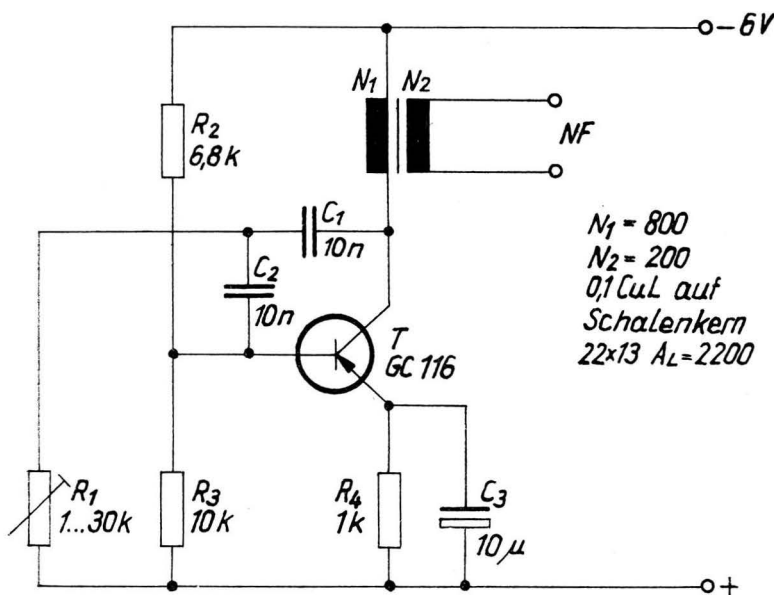

Bild 6
1.5. RC-Tongenerator mit Übertrager (Bild 6)